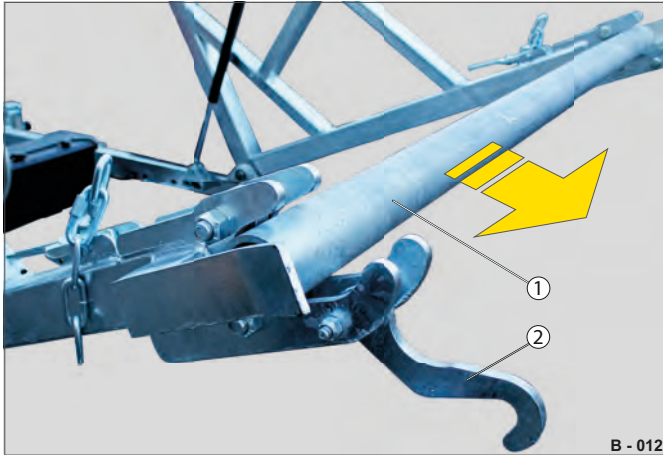

Fig. 4 Udtagning af transportakslen
- ▶ Tag transportakslen (Fig. 4 /1) ud af tromlestativet.